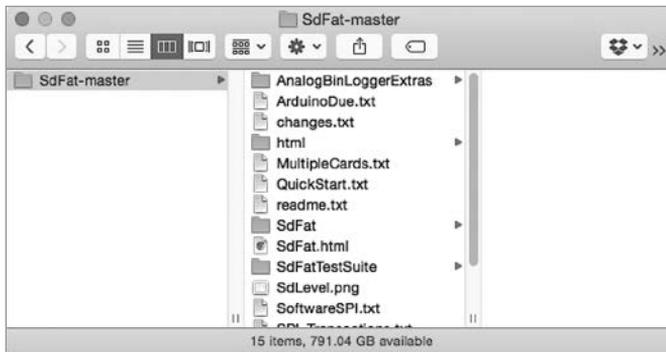

Рис. 8.15. Папка с библиотекой
2. Через несколько мгновений в папке *Downloads* (Загрузки) появится файл *SdFat-master.zip*. Выполните двойной щелчок на нем, чтобы распаковать архивную папку, содержащую файлы, как показано на рис. 8.15.